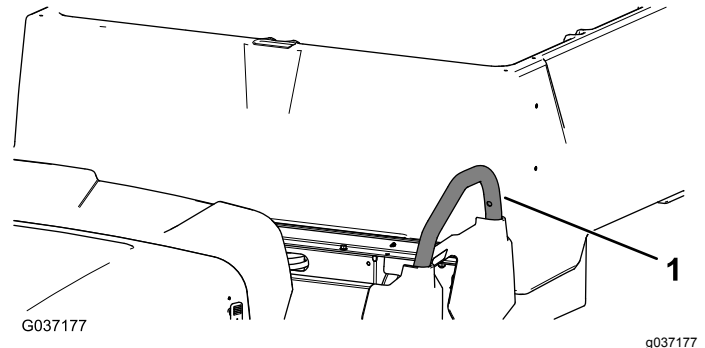

Figuur 8
1. Verwijder de rug van de achterste schuimrubber afdichting en bevestig de afdichting aan de machine zoals wordt getoond in Figuur 8.